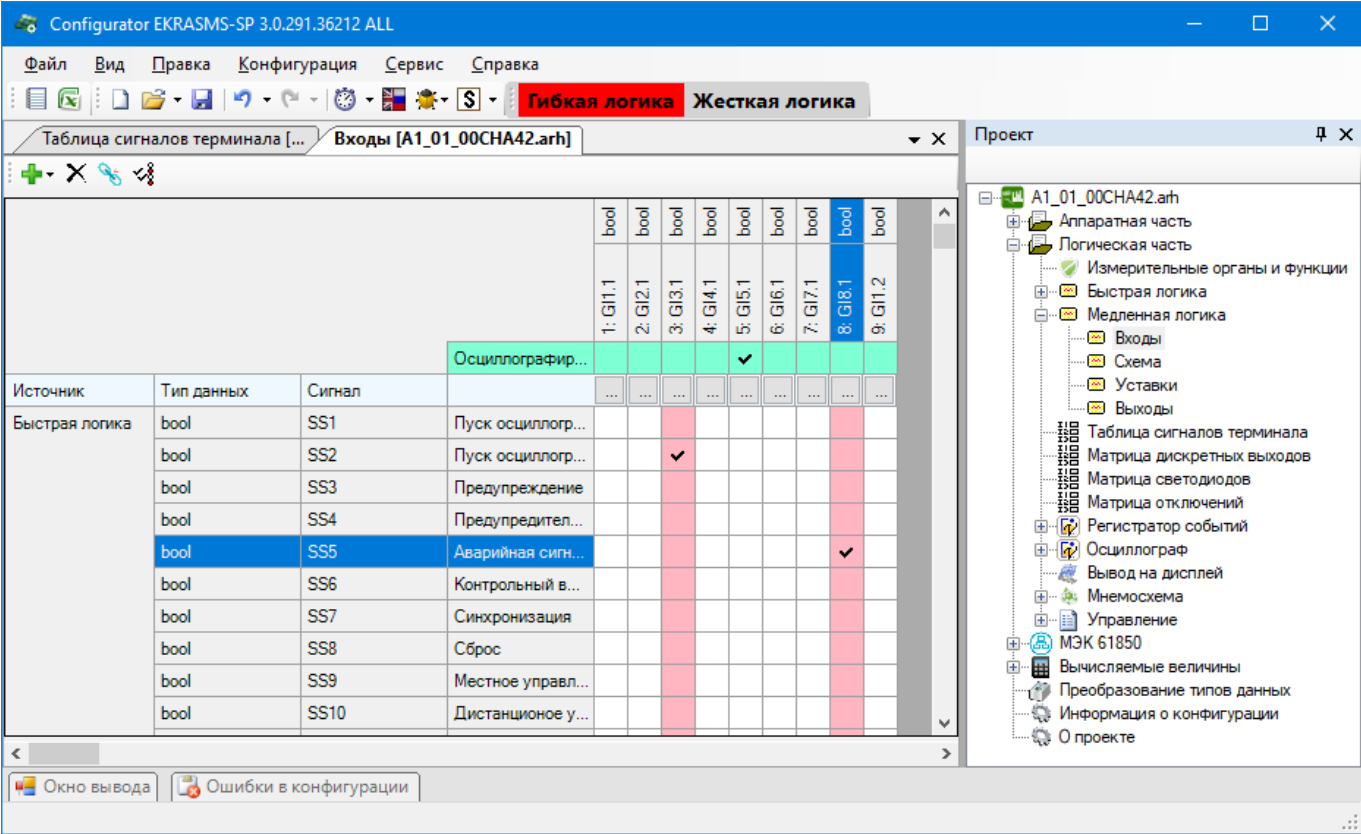

Рисунок 4.104
4.6.3.1.1 Пункт меню «дерева» проекта **Логическая часть** → **Медленная логика** → **Входы** предназначен для создания входов медленной логики (см. рисунок 4.104).
Команды панели инструментов окна **Входы** (см. рисунок 4.104) представлены в таблице 4.63.